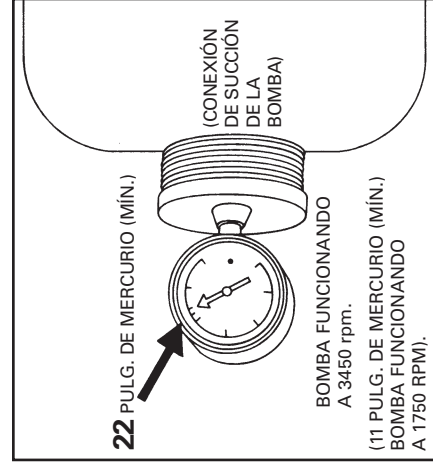

FIGURA 4
2. Apague la unidad impulsora de la bomba. Cierre las válvulas desde y hacia la bomba. Cumpliendo con todas las medidas de seguridad para el líquido que se está bombeando, desconecte las líneas de succión y descarga y llene por completo la bomba. Llene la bomba con agua. Instale un vacuómetro en el puerto de succión (observe la figura 4). Encienda la unidad impulsora. El vacío total debe sobrepasar las 22 pulg. de mercurio con el eje de la bomba girando a 3450 rpm, y debe alcanzar o sobrepasar 11 pulg. de mercurio con el eje girando a 1750 rpm. Si el vacío está por debajo de estas cifras, revise lo siguiente: